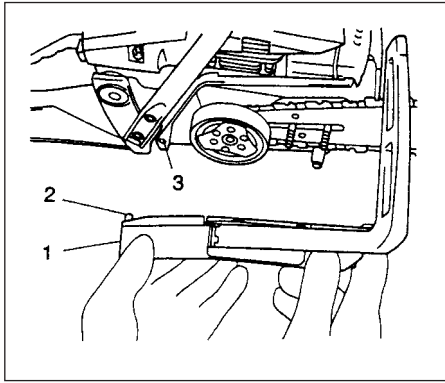
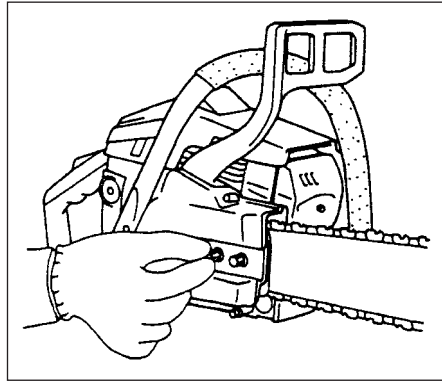

Fig.1-3
Fig.1-3B
4. Monter sidehuset (1) på styrestangens fastspændingsbolte, og sæt placeringspinnen (2) på sidehuset i placeringshullet (3) på enheden. (Fig. 1-3). Spænd så fastspændingsmøtrikkerne med fingrene (Fig. 1-3B)
5. Løft sværdenden og stram kæden (1) ved at dreje spændingsjusteringsbolt (2) med uret. Kontroller den korrekte spænding ved at løfte kædens midte let op, der skal være ca. 0,5-1,0 mm spillerum mellem sværd og kanten på drivveddet (3).